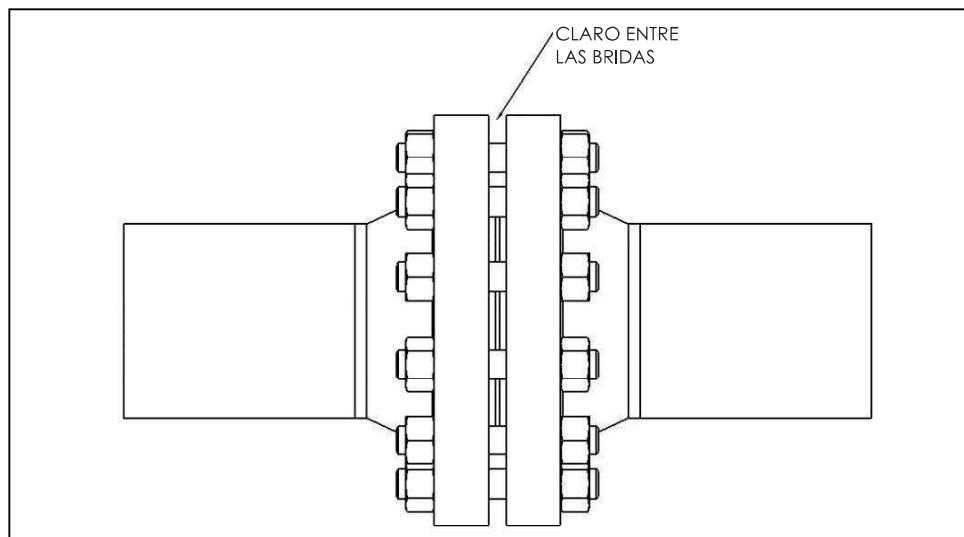

Figura 1
- El anillo reparador de bridales PLIDCO **NO funcionará** para bridales aislantes. El anillo reparador de bridales PLIDCO **solo funcionará** para bridales de cara plana con la adición de pernos por inyección. Póngase en contacto con PLIDCO para obtener información adicional sobre este producto. Asegúrese de que haya un claro entre las bridales de al menos 1/16 pulgadas (1.5 mm) (como se muestra en la Figura 1). Esto asegurará que el sellador inyectado pueda llegar a los espárragos. Comuníquese con PLIDCO para conocer las opciones si no hay ninguna separación.